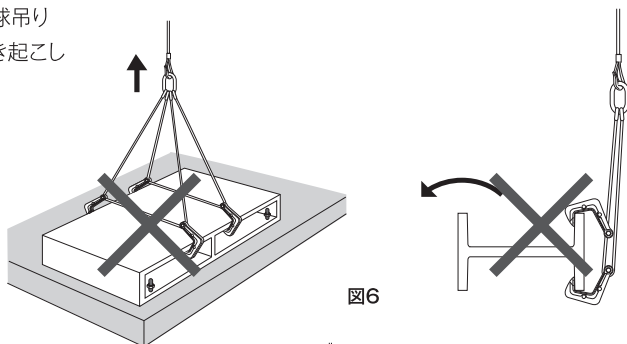

図6
(5) 以下の吊り方は出来ません。(図6)
- ①地球吊り
- ②引き起こし